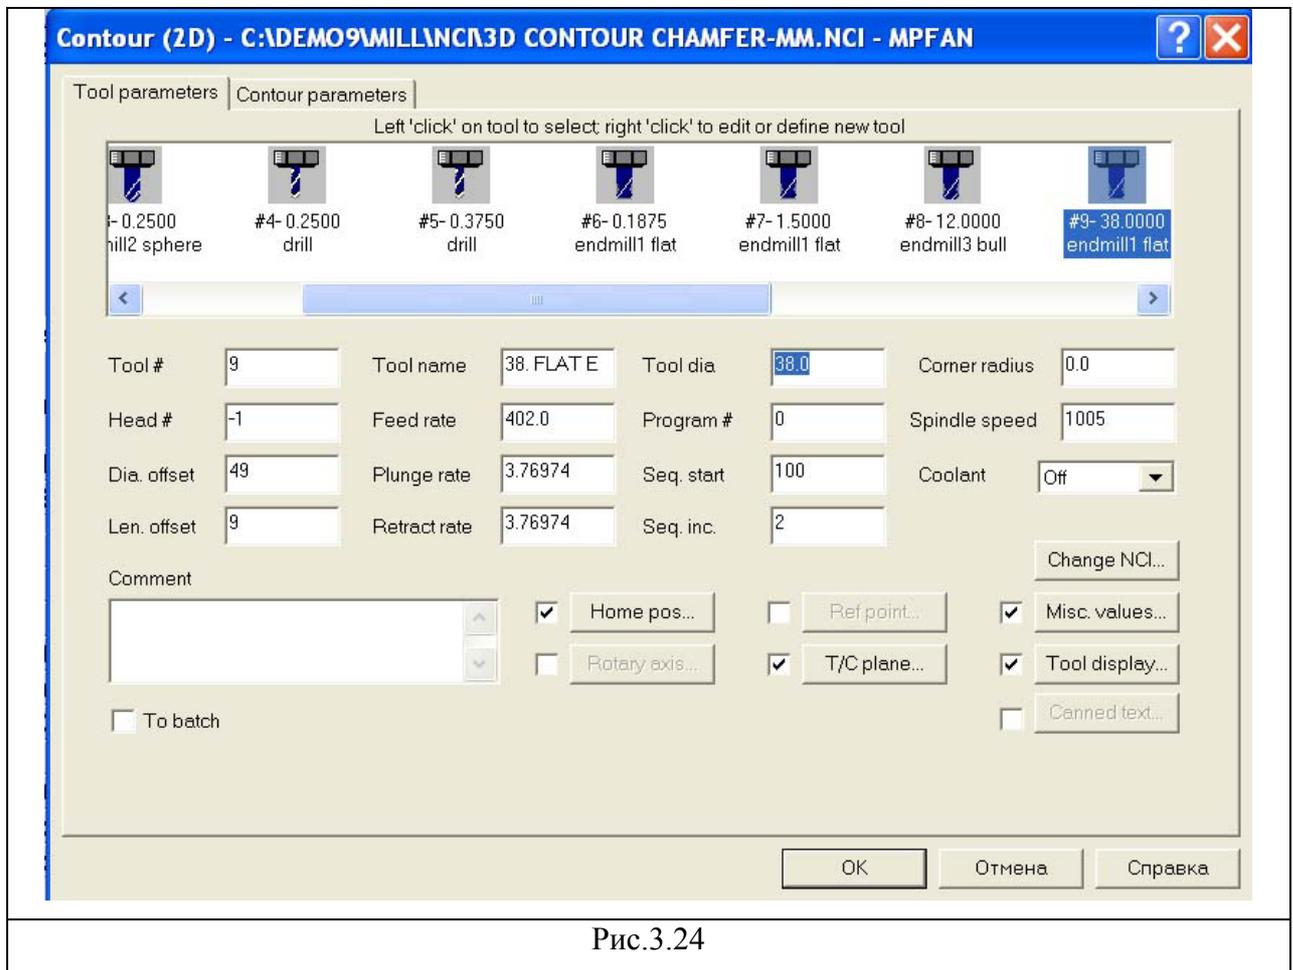

Рис.3.24
- Выбор режущего инструмента, задание режимов резания, условий обработки (рис.3.24, 3.25). Также задаётся ряд специфичных параметров, таких как: тип фрезерования – встречное, попутное; включение (или отключение) коррекции на радиус инструмента и её тип; количество проходов по глубине и вдоль контура и т.д..